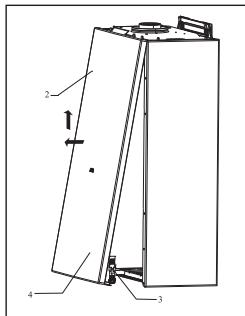

Рис. 16
- возьмитесь за нижнюю часть корпуса и откройте его наружу (поз. 2 рис. 16), чтобы обнажить соединительную линию блока управления.
- снимите шнур соединительного провода блока управления. (поз. 3 рис. 16)
- выньте панель и блок управления вместе. (поз. 4 рис. 16)